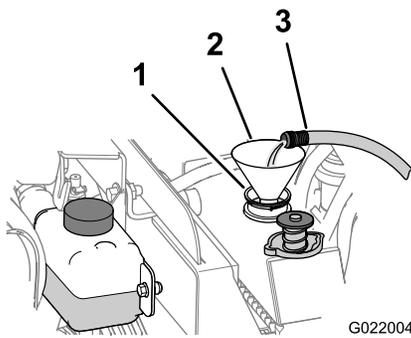

Figura 83
- B. Llene el radiador con agua limpia (Figura 83).